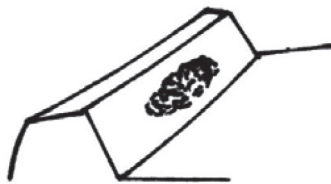

Рис. 8. Выступ зацепления зубчатой передачи
- a. Зацепление главных механизмов осуществляется посредством выбора прокладки гнезда подшипника и прокладки картера ведущего моста необходимой толщины, чтобы убедиться в правильности отпечатка (как показано на рис. 8) и размером зазора в пределах 0.16-0.32 мм. При этом, удерживайте предварительное напряжение на обоих концах дифференциала в пределах 100–150 Н;
- b. Соприкосновение пары звездочек на концах переднего моста регулируется набором прокладок (1) подходящей толщины, чтобы гарантировать зазор механизма в пределах 0.16–0.3 мм, и обеспечить правильное пятно контакта.
- c. Чтобы получить конечный зазор механизма в пределах 0.16–0.3 мм, необходимо изменить толщину прокладок (13) для окончательной регулировки, тем временем,
- d. Зазор 0.1–0.5 мм между нижней поверхностью кольца-фиксатора (4) вертикального вала (3) в любом конце и верхней поверхностью ведомой шестерни (7) получают используя прокладки (6) подходящей толщины.